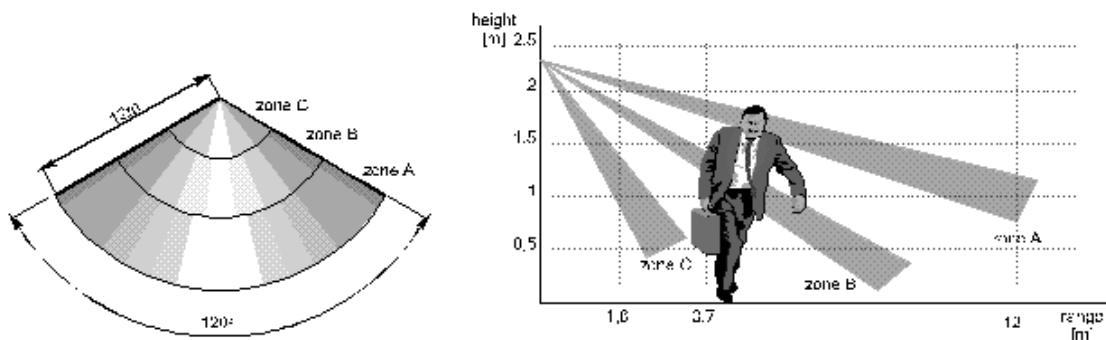

Рисунок 11
При использовании предназначенного держателя, JA-60P может быть установлен на стенку или в углу. Рекомендованная высота установки от 2 до 2,5 метров над полом. Извещатель охватывает территорию до 12 метров и имеет угол обнаружения 120° (см. рис. 11). Не устанавливайте извещатель вблизи от кондиционера или любого другого объекта, который часто меняет температуру. Еще JA-60P не может быть установлен возле какого либо элемента, производящего сильный электромагнитический сигнал (передатчик, электрический регулятор и т.д.). Избегайте мест, с сильной циркуляцией воздуха.
- Убедитесь в том, что извещатель покрывает выбранную вами охраняемую территорию (см. график на рис. 11). Если вы хотите, чтобы извещатель давал сработку, например, в длинном коридоре или на движении домашних животных, то вы можете получить дополнительные линзы для извещателя от вашего дистрибьютора.